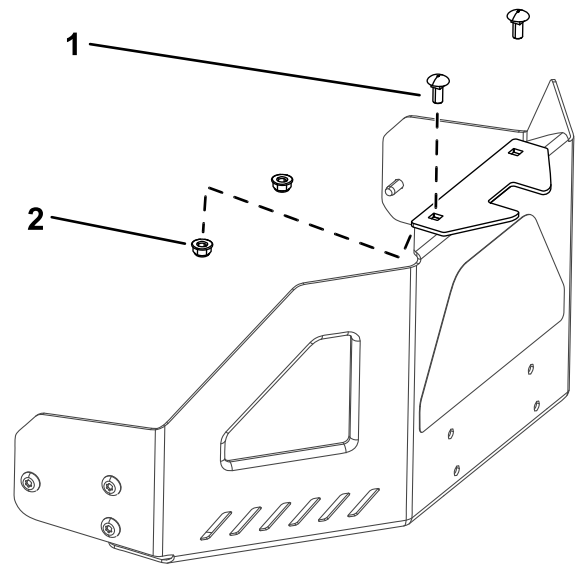

Figura 5
1. Instale o suporte estabilizador no resguardo do motor utilizando dois parafusos de carroçaria (5/16 pol. x 3/4 pol.) e duas porcas de bloqueio (5/16 pol.) (Figura 5).